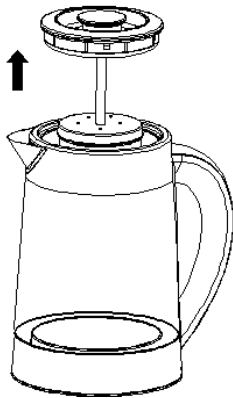
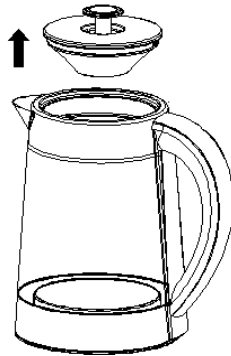

Fig. 6
Fig. 7
1. Om water te koken, drukt u op de deksel openingsknop die is weergegeven in Fig. 6; de deksel zal opengaan zodra de knop wordt ingedrukt, waarna je deze kan verwijderen. Om thee te koken kan je de deksel direct verwijderen zoals is weergegeven in in Fig. 7. Dit zodat de thee geplaatst kan worden in de daarvoor bestemde plaats plek. Vervolgens water toevoegen tussen de MIN en MAX niveaus die in de ketel staan aangegeven.